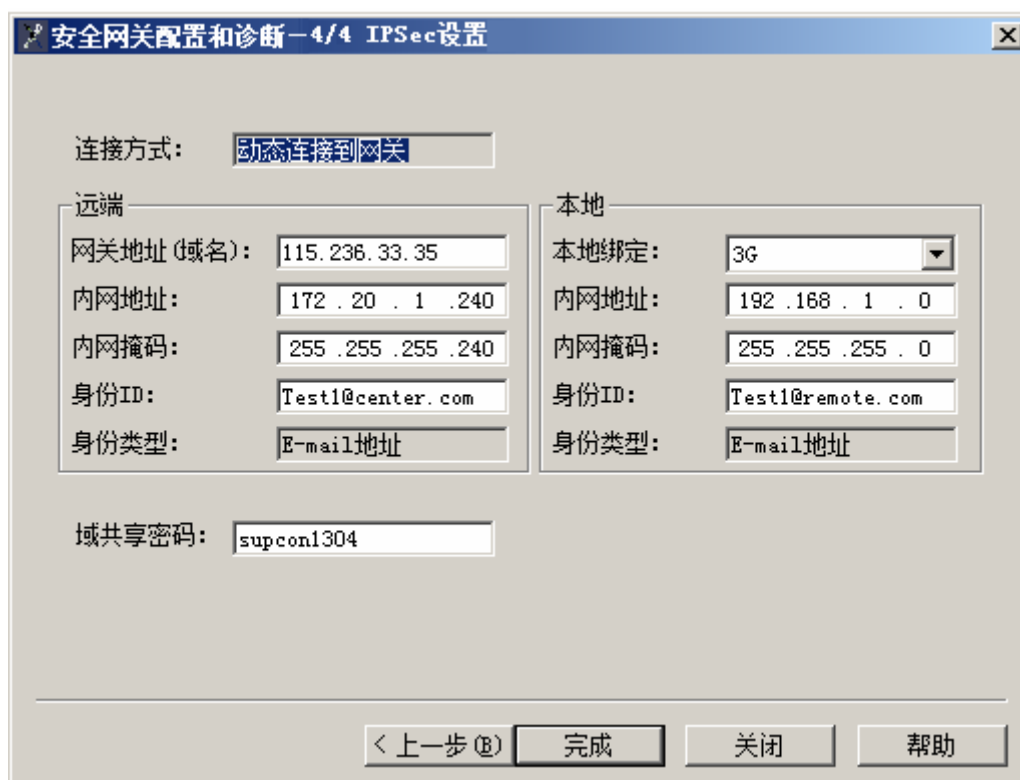

图 2-20 IPsec设置
6. 点击“下一步”，进入“IPSec设置”界面，如图 2-20所示。对远端的网关地址、内网地址和掩码、身份ID和身份类型进行设置，对本地的绑定方式、内网地址和掩码、身份ID和类型等进行设置，设置的参数与VPN服务器端预设规则匹配。